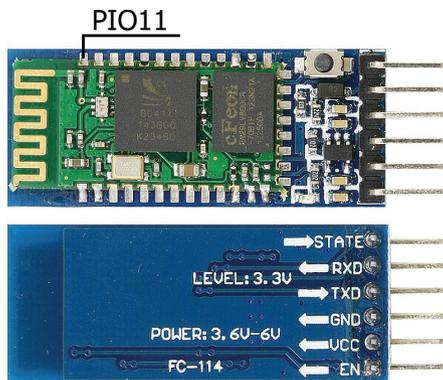
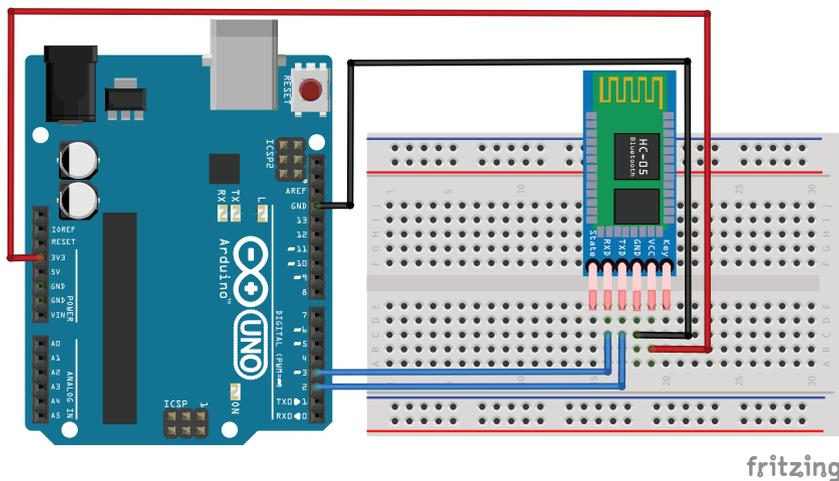

Рис. 31.1. Вид модуля Bluetooth HC-05
Рис. 31.2. Схема подключения модуля HC-05 к плате Arduino
Bluetooth (с англ. – «голубой зуб») – одна из технологий беспроводной передачи данных. Спецификация была разработана в 1998 г. компанией Ericsson, а позднее оформлена группой Bluetooth Special Interest Group (SIG), официально зарегистрированной 20 мая 1999 г. Bluetooth позволяет объединять в локальные сети любую технику: от мобильного телефона и компьютера до холодильника. При этом одним из немаловажных параметров новой технологии являются низкая стоимость устройства связи (в пределах 20 долларов), его небольшие размеры (ведь речь идет о мобильных устройствах) и, что немаловажно, совместимость, простота встраивания в различные устройства. Мы будем использовать недорогой модуль HC-05. В нем используется чип BC417 плюс Flash-память и выводы GPIO. Чип поддерживает спецификацию Bluetooth v2.0 + EDR, AT-команды, может работать в режиме Master или Slave, поддерживает скорость обмена от 2400 до 1 382 400. Напряжение питания модуля составляет 3,3 В, ток потребления ~50 мА, что позволяет питать его от вывода Arduino +3,3 В. Для программирования модуля с помощью AT-команд необходимо на вывод PIO11 подать +3,3 В. Не на всех версиях модулей HC-05 вывод PIO11 выведен на разъем. В некоторых случаях потребуется аккуратно подпаять провод к выводу прямо на плате (рис. 31.1). Подключим модуль к плате Arduino и рассмотрим простейшие AT-команды. Схема подключения показана на рис. 31.2.
1. Подключаем модуль HC-05 к плате Arduino по схеме на рис. 31.2. Отключаем провод, ведущий к выводу 34 модуля (PIO11), от 3,3 В.